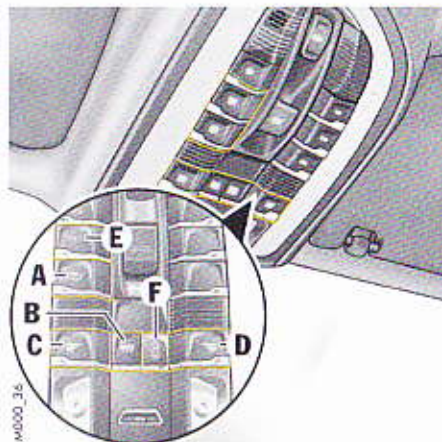

Fig. 125 : Touches pour l'éclairage intérieur dans la console de pavillon
- ▶ Appuyez sur la touche **B** (Fig. 125) du plafonnier souhaité dans la console de pavillon avant ou sur la touche **G** (Fig. 126) au-dessus d'une porte arrière pendant au moins 1 seconde et maintenez-la enfoncée jusqu'à ce que la luminosité souhaitée soit atteinte.
- ▶ Appuyez sur la touche **F** (Fig. 125 à la page 163). Lorsque l'éclairage intérieur automatique est désactivé, le voyant de contrôle s'allume dans la touche.
- ▶ Appuyez sur la touche **E** (Fig. 125 à la page 163).
- ▶ Appuyez sur la touche **E** (Fig. 125 à la page 163) de réglage de la luminosité de l'éclairage d'ambiance pendant au moins 1 seconde et maintenez-la enfoncée jusqu'à ce que la luminosité souhaitée soit atteinte.